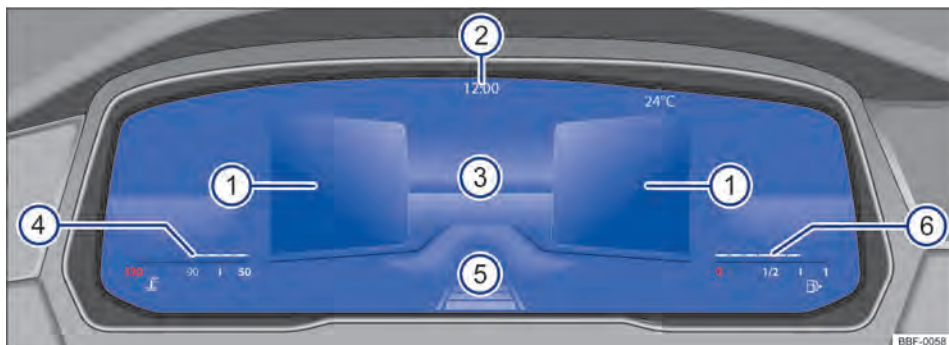

Fig. 11 Active Info Display (variante 2) en el tablero de instrumentos.
La exhibición principal → fig. 11 ③ puede alternarse presionando la tecla **VIEW** en el volante multifunción. La representación en el área de indicación puede exhibir las siguientes vistas:
- **Resumen:** después de finalizado el sistema de propulsión: exhibición de información sobre el estado del vehículo en las áreas ①, por ejemplo, ubicación del cuentakilómetros total.